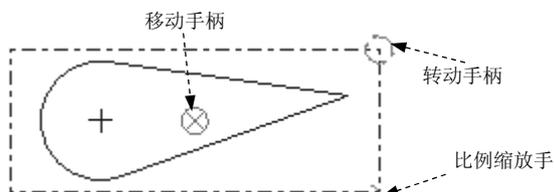

图 2.6.8 图元操作图
Step 2 单击 **草绘** 功能选项卡 **编辑** 区域中的  按钮，图形区出现图 2.6.8 所示的图元操作图。